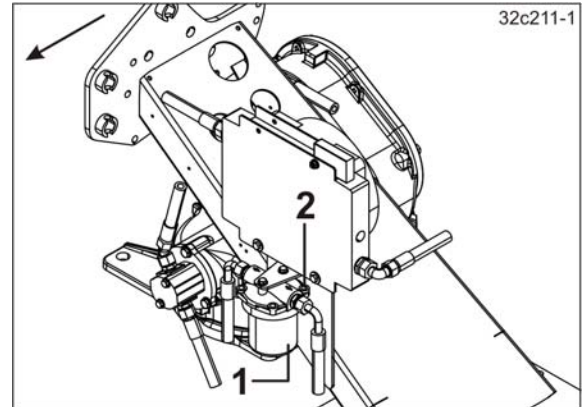

図 181
1. オイルフィルターカートリッジ（図 181/1）を取り外します。
- 1.1 ねじ（図 181/2）を外します。